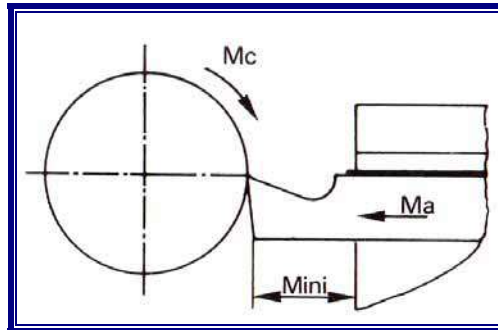

Figure 1
- Monter l'outil à hauteur de point en laissant un dépassement mini (fig. 1).